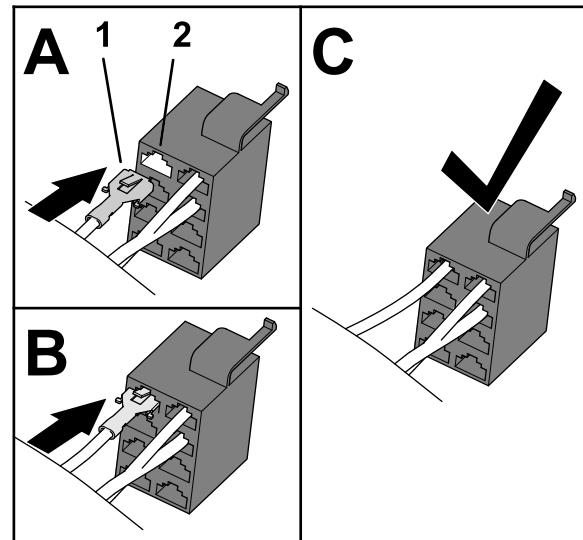

Figura 30
4. Insira o terminal na tomada 1 do conector de oito tomadas do interruptor do farol como se mostra na Figura 30.